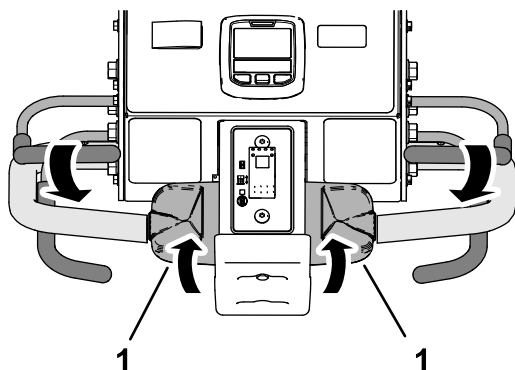

図 97
3. オペレータベイルを握り込んだまま、走行コントロールの上部を後方に回転させる 図 97。